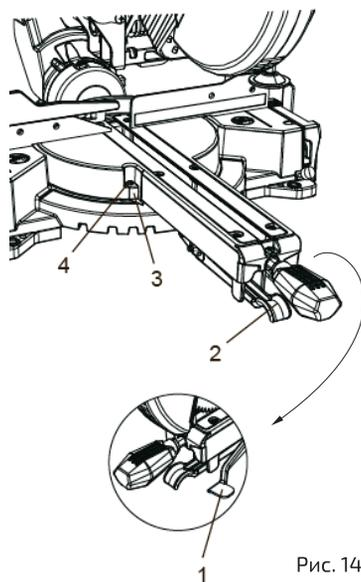

Рис. 14
1. Поднять рычаг блокировки кулачка (1) для разблокировки стола (рис. 14).
2. Переместить поворотный стол, подняв блокирующий рычаг (2), для установки указателя (3) на нужное значение угла.
3. Заблокировать стол в этом положении, опустив рычаг блокировки кулачка (1).
2. При помощи крестовой отвертки ослабить винт (4), удерживающий указатель (см. рис. 14).
3. Выставить указатель (3) на отметку 0° и затянуть винт (4).